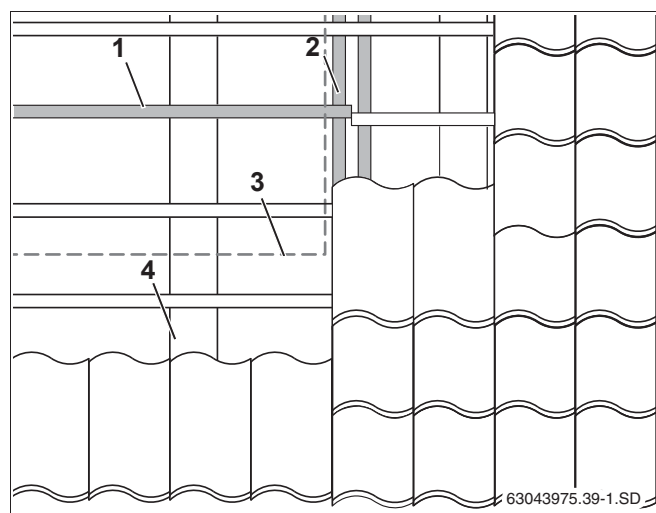

Рис. 13 Смещение обрешетки в области коллекторов
- ▶ Закрепите стыки обрешетки на стропилах или прочно соедините с имеющейся обрешеткой крыши (рис. 9, **поз. 3** и **рис. 13, поз. 2**).
Если понадобится установить дополнительную обрешетку (рис. 13, **поз. 1**) в зоне уже существующей, то нужно существующую обрешетку сместить в зоне поля коллектора (рис. 13, **поз. 3**) и прочно закрепить (рис. 13, **поз. 2**).